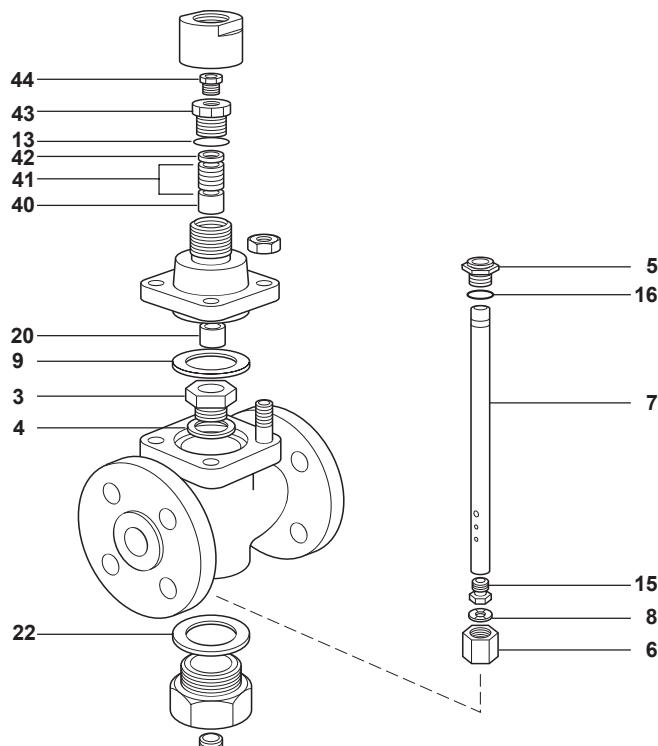

Рис. 9
- Поверните нажимную гайку (44) по часовой стрелке на 60° (одна грань). Проверьте наличие протечки. Если она осталась продолжайте поджимать гайку шагами.
- Вытащите нажимную втулку, шевронные уплотнения из материала PTFE, направляющую втулку и пружину (см. Рис. 9).
- Наденьте нижнее кольцо (40, Рис. 9) на шток и установите его в крышке.
- Оденьте прокладку (13) на направляющую втулку (43), и наденьте ее на шток (7).
- Убедитесь что нажимная гайка (44) ослаблена и что верхнее кольцо (42) свободно. Сделайте пять полных ходов штока клапана чтобы отцентровать графитовые кольца в направляющей втулке.
- Установите в нажимную втулку (43) верхнее кольцо (42). (См. Рис. 9).
- Вставьте пять графитовых колец (41) в направляющую втулку, так чтобы резьба в верхней части втулки не повредила кольца. Места разрезов колец должны быть смешены друг относительно друга.
- Прим.: Используйте нижнее кольцо (40) в качестве инструмента для проталкивания и и позиционирования графитовых колец в направляющей втулке.**
- Оденьте нижнее кольцо на шток (7) меньшим диаметром вниз.
- Вкрутите на место нажимную гайку (44), но не затягивайте ее.
- Установите прокладку (13) на направляющую втулку и наденьте ее на шток.